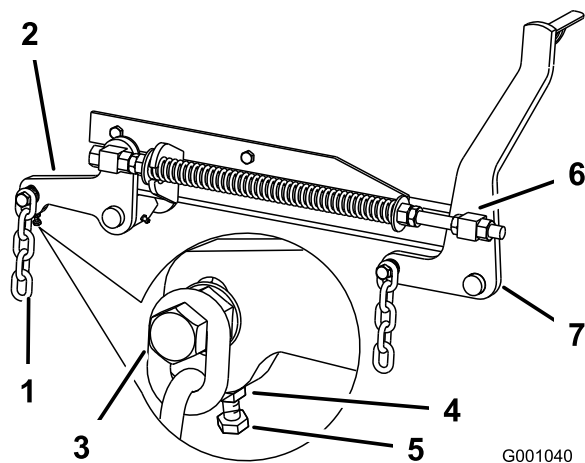

Figura 81
7. Si las medidas realizadas en las posiciones **B** o **C** no son correctas, afloje el perno que fija la cadena trasera al brazo de soporte trasero (Figura 81).
8. Afloje la contratuerca situada debajo del brazo de soporte trasero y ajuste el perno de ajuste hasta obtener una medida de 80 a 83 mm (Figura 81).
7. Afloje las contratuercas de pivote delantero, en la parte delantera de los pivotes derecho e izquierdo, unos 13 mm (Figura 81).
8. Ajuste las tuercas de elevación en el lado izquierdo y derecho de la máquina hasta obtener una distancia de 6 a 10 mm menos en la parte delantera en **A** que en la parte trasera, en **B** (Figura 81).